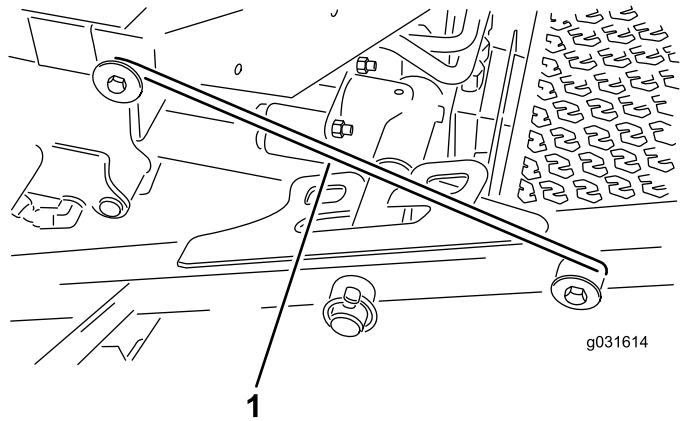

Figure 27
4. Dégagez la barre de verrouillage de son point d'accrochage sur le bâti porteur avant (Figure 27).
5. Soulevez l'extérieur des unités de coupe avant et placez le verrou sur la goupille du bâti à l'avant de la plate-forme de l'utilisateur (Figure 27).